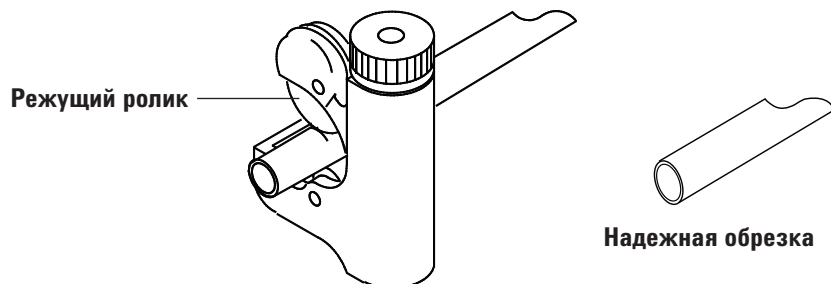

Рис. 8. Стандартный резак для трубок
- 2 Обрежьте трубку до нужной длины с помощью резака для трубок. См. **Рис. 8**.